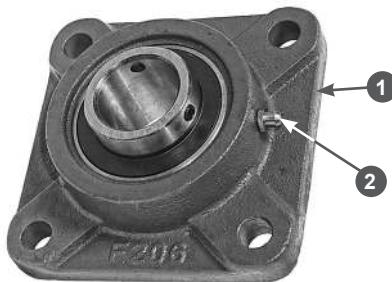

Рис. 10 Смазка подшипника барабана с ножами
3. Установите наконечник трубы шприца на пресс-маслёнку 2, расположенную на корпусе опорного фланца 1 (Рис. 10). Для наглядности, на Рис. 10 показан снятый опорный фланец с подшипником.